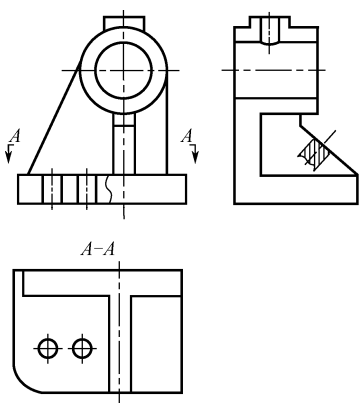

图 5-41 绘制剖切符号并镜像及剖视图名称
绘制完成后镜像得到右侧的剖切符号,如图 5-41 所示。
(2) 用“多行文字”或“单行文字”命令,注写剖视图的名称,如图 5-41 所示。